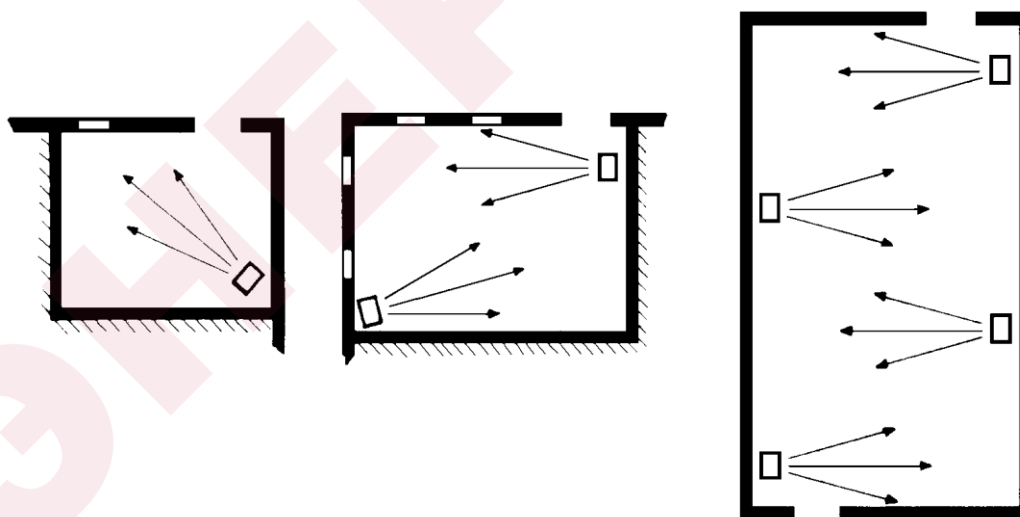

Рисунок 15 – Пример расположения воздушонагревателей
- для лучшего распределения тепла при установке нескольких аппаратов следует создать поочередные потоки горячего воздуха (смотри Рисунок 15);